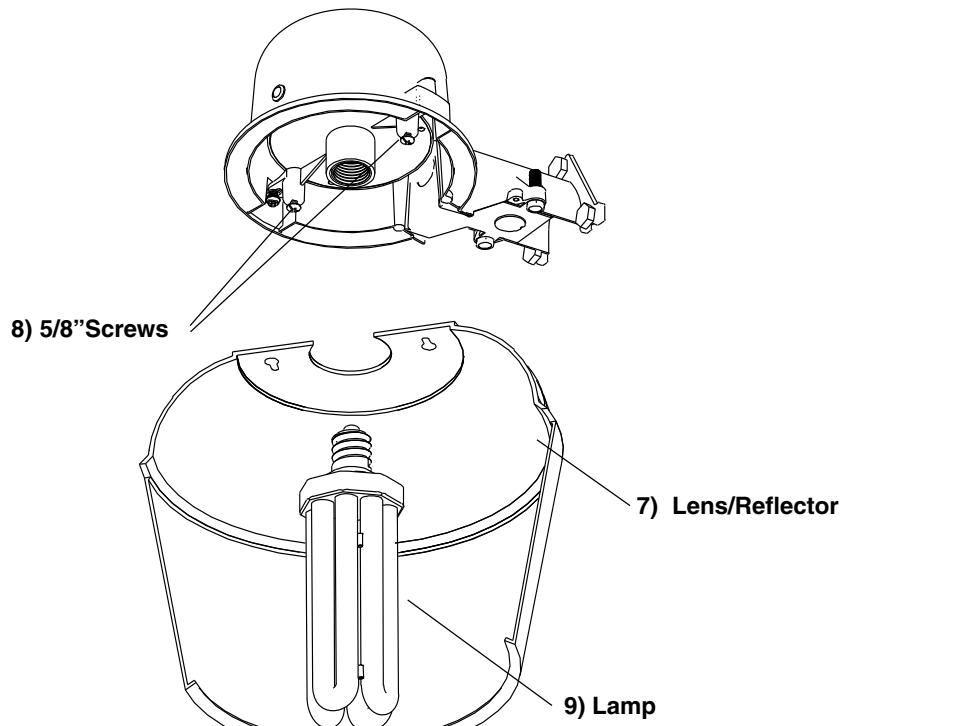

Figure 2
12. Align keyholes in Lens/Reflector (7) with screw heads installed in step 2, rotate counter clockwise and tighten Screws to secure. See Fig. 2.
12. Alinee los ojos de la cerradura en el Lente/Reflector (7) con cabezas de los tornillos instalado en el paso 2, gire al sentido anti-horario y apriete los tornillos para asegurar. **Vea Fig. 2.**